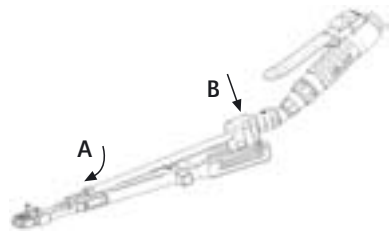

Abb. 5 Einschieben des Fräserhandstücks in die Fräserführung
- **A:** Fräserhandstück **6** mit eingespanntem Fräser in die vordere Führungsbohrung der Fräserführung **3** einfädeln, siehe Abb. 5.
- **B:** Die seitlich herausragenden Stifte des Aufsteckblocks **4** in die hinteren Führungsschlitze der Fräserführung **3** einfädeln, siehe Abb. 5.